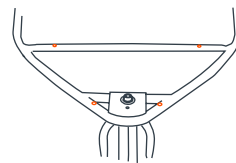

Abb. 7b
- Diese Rohre müssen mit den Löchern in der Baugruppe des vorderen Rahmens ausgerichtet sein (Abb. 7b).